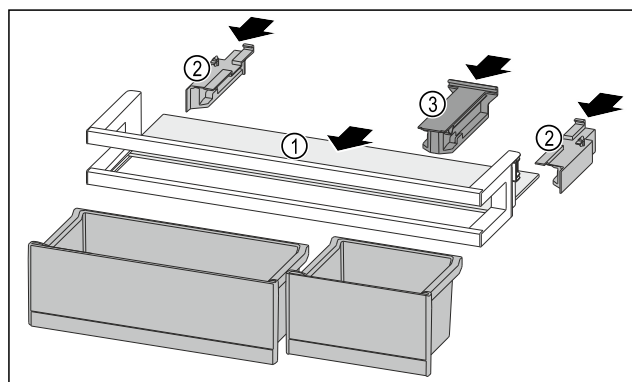

Fig. 215
- Insérer la tablette de rangement Fig. 215 (1) dans les évidements latéraux.
- Installer les parties latérales Fig. 215 (2).
- Installer la pièce de retenue Fig. 215 (3).